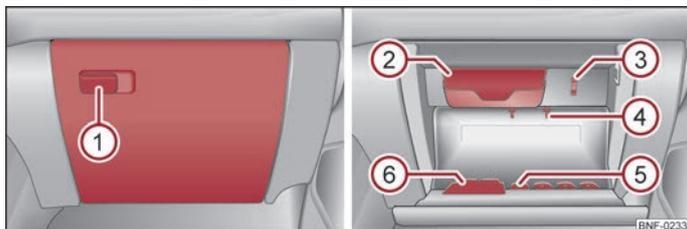

Abb. 47 Schalttafel: Ablagefach auf der Beifahrerseite
- Ziehen Sie zum Öffnen am Öffnungshebel ① ⇒ Abb. 47.